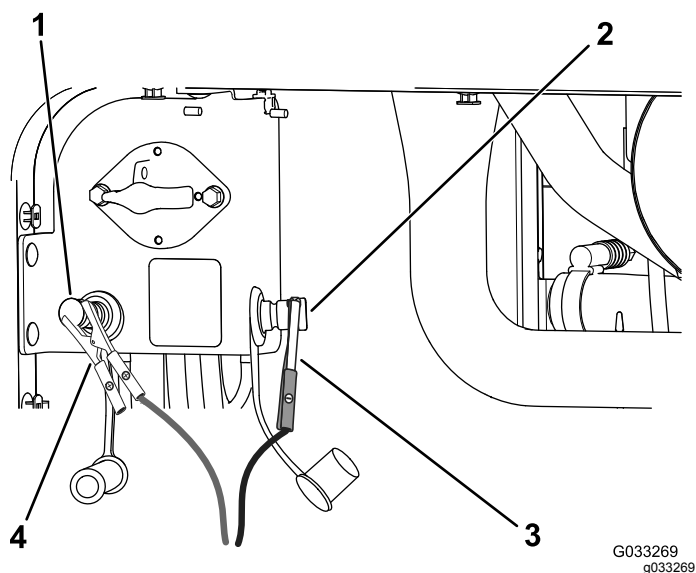

Figure 98
4. Connectez le câble positif du chargeur de batterie à la borne positive de la batterie déchargée (Figure 98).
5. Branchez le câble négatif du chargeur de batterie à la borne négative de la batterie déchargée (Figure 98).
7. Quand les batteries sont chargées au maximum, débranchez le chargeur de la source électrique, puis débranchez les fils du chargeur des bornes de la batterie déchargée (Figure 98).